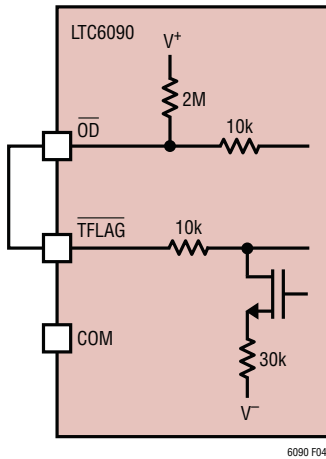

图 4：采用 TFLAG 引脚的自动热输出停用
- 正如已经指出的，假如 COM 引脚被浮置，则简单地将 $\overline{OD}$ 连接至 $\overline{TFLAG}$ （如图 4 中所示）就将实现热停机电路的正确运作，这与所选的电源电压无关。如果芯片温度达到 $145^\circ C$ ，那么输出级将被安全地停用。在该配置中，只要 V^- 被施加了比 $-3V$ （相对于地电位）更负的偏置电压，则 COM 引脚也可以连接至地以实现正确的热停机运作。